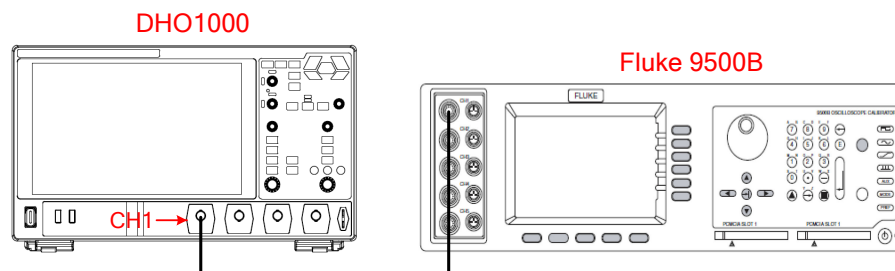

图 5.3 直流增益精确度测试连接图
1. 将 Fluke 9500B 的有源信号探头连接至示波器的 CH1 通道，如图 5.3 所示。